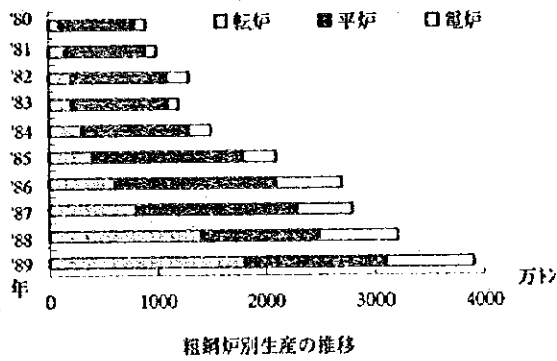

図1-11
- (b) 棒グラフと帯グラフを組み合わせる 図1-11のように各棒の内訳を入れ、ハッチングや色で識別するようにします。